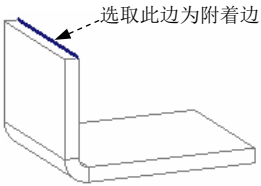

图 11.2.46 定义附着边
Step3. 选取附着边。在系统选择要连接到薄壁的边或边链。的提示下，选取图 11.2.46 所示的模型边线为附着边。